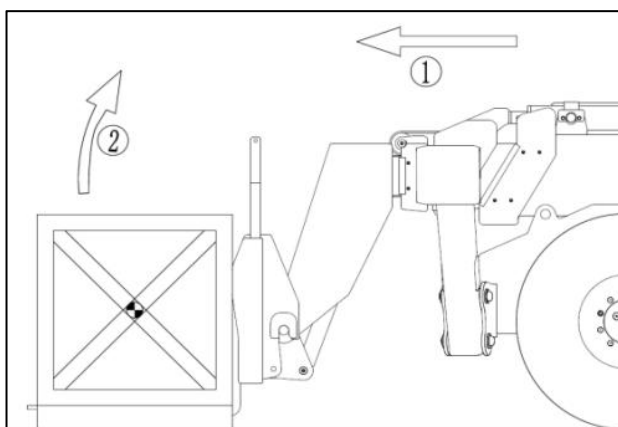

Рисунок 2-5
5) Медленно двигайте транспортное средство вперед (шаг ①), прижмите вилы к нагрузке (см. рис. 2-5), при необходимости слегка поднимите стрелу во время захвата нагрузки (шаг ②);
9) Медленно перемещайте транспортное средство вперед (шаг ①), прижмите вилы к нагрузке (см. рис. 2-5), при необходимости слегка поднимите стрелу во время захвата нагрузки (шаг ②);